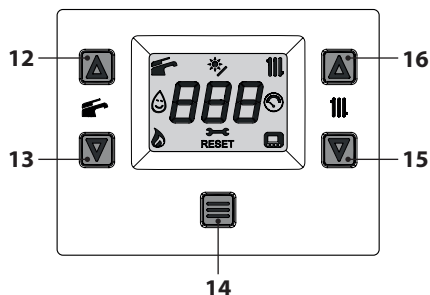

Figura 6.6
- Tenere premuto per 5 secondi il tasto 14 fino a far apparire sul display entrambe i simboli e (Figura 6.6).
- Spegnere la caldaia tenendo premuto per 5 secondi il tasto 14 (Figura 6.6) fino a far apparire sul display LCD il simbolo (i trattini vengono accesi in sequenza per simulare uno scorrimento) (Figura 6.5).